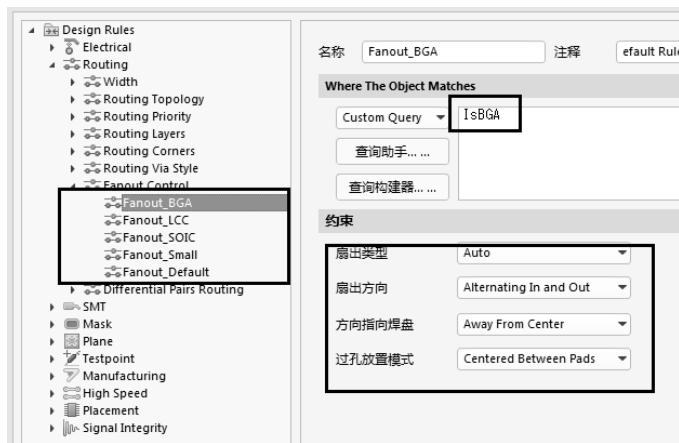

图 10-60 扇出控制规则设置
- (1) 对 BGA 扇出之前，根据 BGA 的 Pitch 间距（BGA 两个焊盘中心间距）和 10.2 节内容对整体的间距规则、网络线宽规则及过孔规则进行设置。
- (2) 在布线规则中找到“Fanout Control”，对其进行如图 10-60 所示的扇出控制规则设置。